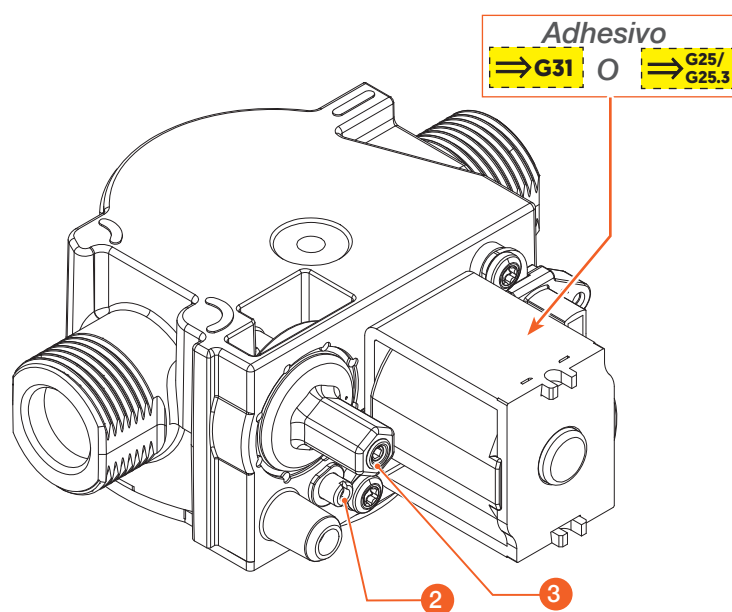

Fig. 17. Ajuste de la combustión en la válvula de gas
- ▶ con el mando (1), seleccione y active el icono
5. Si el valor no se ajusta al margen admisible, ajuste el valor de combustión girando la mariposa de la válvula de gas (2, Fig. 17) en pequeños pasos, de forma que el valor se estabilice antes de llevar a cabo ajustes adicionales.
- En la válvula de gas (Fig. 17), coloque el adhesivo amarillo que indica que se ha realizado una transformación para el tipo de gas.